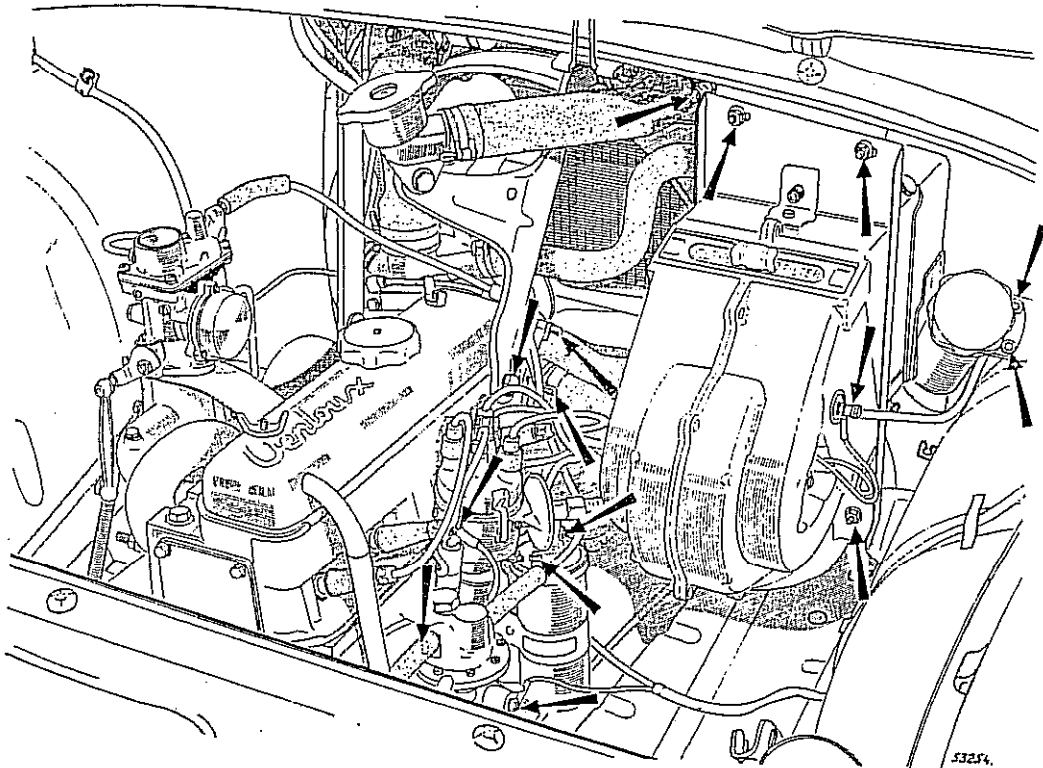

Fig. 31
b) Por el lado derecho del motor, realizar las siguientes operaciones (Fig. 31).